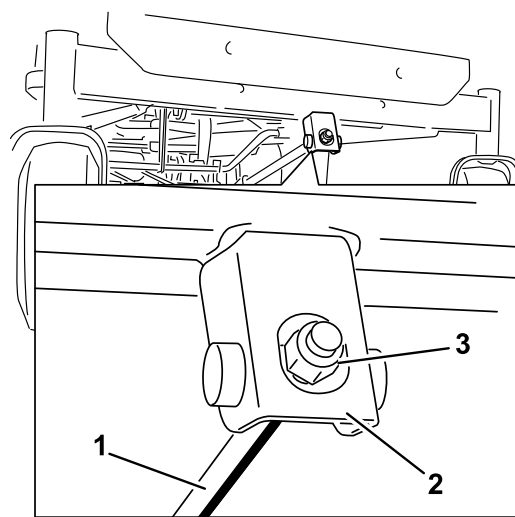

Figura 74
6. Para ajustar a inclinação da lâmina da frente para trás, rode a porca de ajuste na parte da frente do cortador (Figura 74).
5. Levante parte de trás da plataforma de corte e oriente os suportes de suspensão por cima da haste de elevação traseira (Figura 74).
6. Coloque a barra de suporte frontal na plataforma do cortador com o pino de segurança e contrapino do gancho (Figura 74).